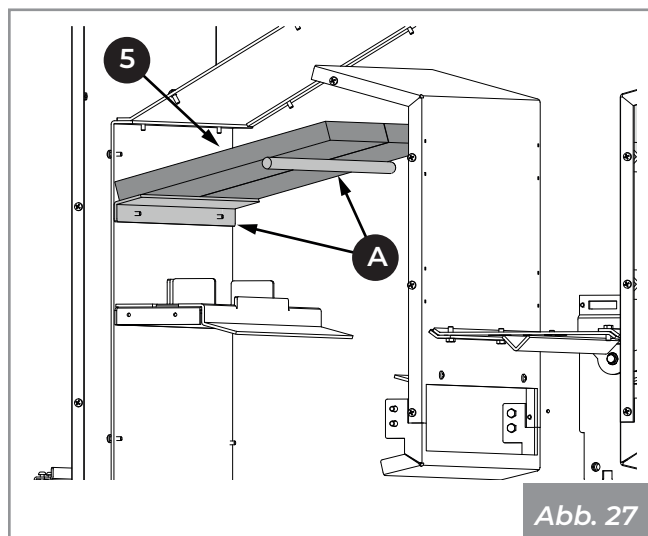

Abb. 27
- 2) Positionieren Sie die Platten (5), indem Sie sie auf die entsprechenden Halterungen (A) (Abb. 27) stellen.